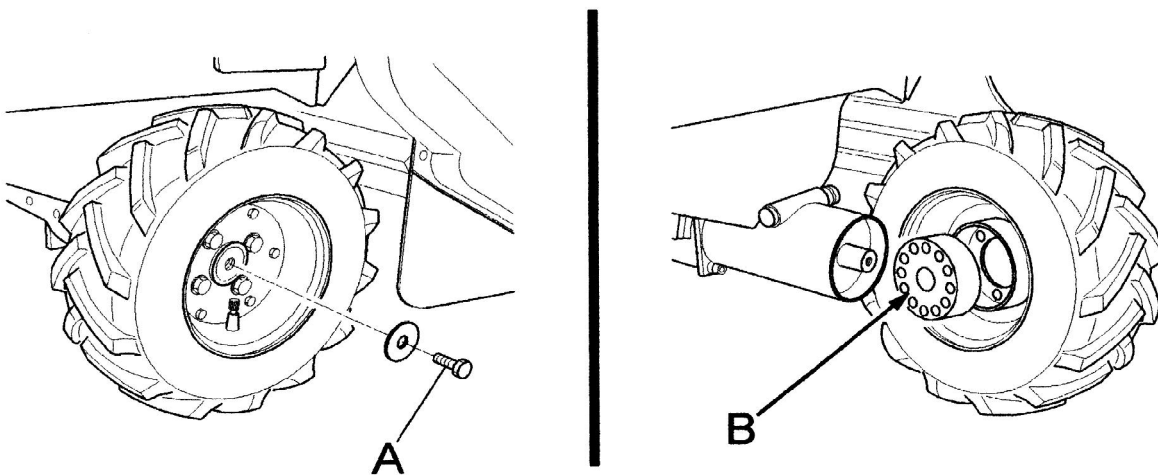

Figure 17
- Toutes les 50 heures, graisser les dispositifs de déblocage roues en enlevant la vis centrale indiquée Fig. 17 (Réf. A). Enlever la roue avec le moyeu puis graisser la partie découverte (Fig. 17, Réf. B) et remonter la roue.